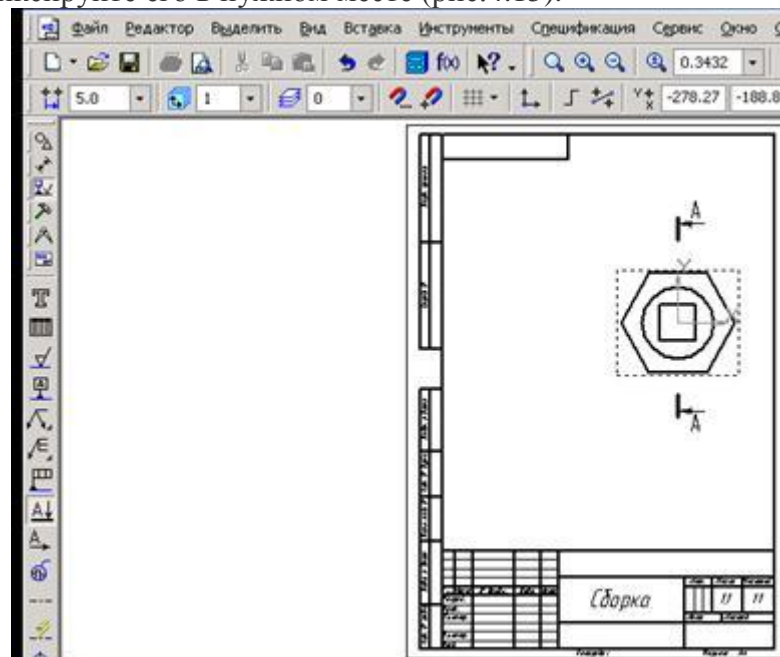

Рис. 4.14 Положение секущей плоскости на виде слева
Выберем ориентацию главного вида – слева, с помощью кнопки Схема видов оставим только главный вид (рис. 4.14).
1. Установив привязку Выравнивание, зададим траекторию разреза А-А (рис. 4.14);